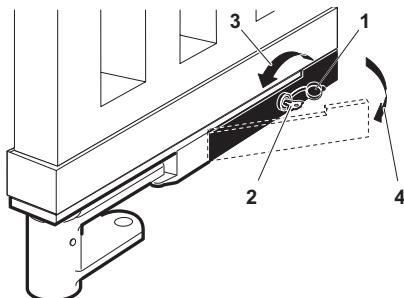

Fig. 1
- aprire il tappo di protezione della serratura (fig. 1-rif. 1)
- introdurre la chiave di sblocco nella serratura (fig. 1-rif. 2)
- ruotare la chiave nella direzione del pilastro fino a battuta (fig. 1-rif. 3)
- tirare la leva verso di sé (fig. 1-rif. 4)
- open the lid of the lock (fig. 1-ref. 1); - insert the release key in the lock (fig. 1-ref. 2);
- turn the key in the direction of the post, as far as it will go (fig. 1-ref. 3);
- pull the lever out (fig. 1-ref. 4);